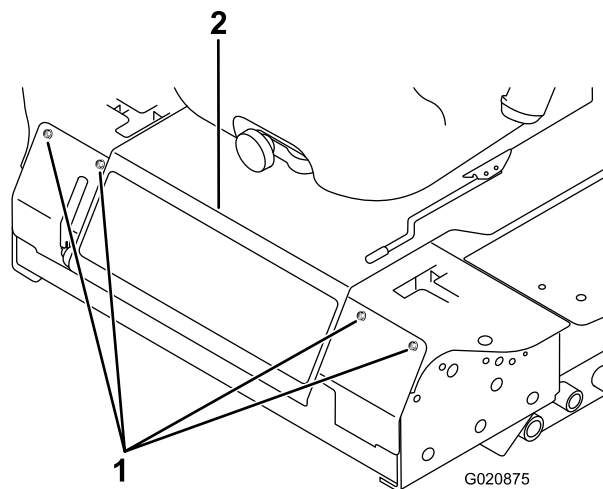

Рисунок 54
3. Снимите болты крепления передней панели и снимите переднюю панель (Рисунок 54).